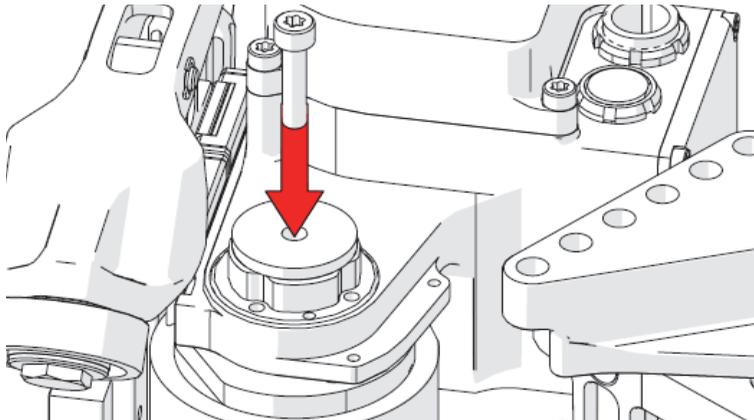

Figure 2-19 Insertion de la vis de l'extracteur de roue
21. Vissez la vis de l'extracteur de roue dans l'essieu, à travers la rondelle et le boîtier de roulement (Figure 2-19 à la page 103).